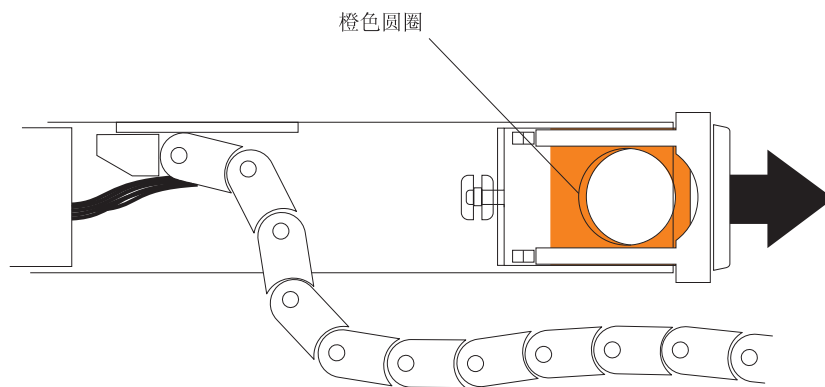

图 95. 连接到驱动器抽屉的水平安装支架
- b. 从驱动器抽屉断开右侧电缆链安装支架的连接。握住橙色手柄（请参阅第 139 页的图 95），然后将安装支架从驱动器机柜中拉出。